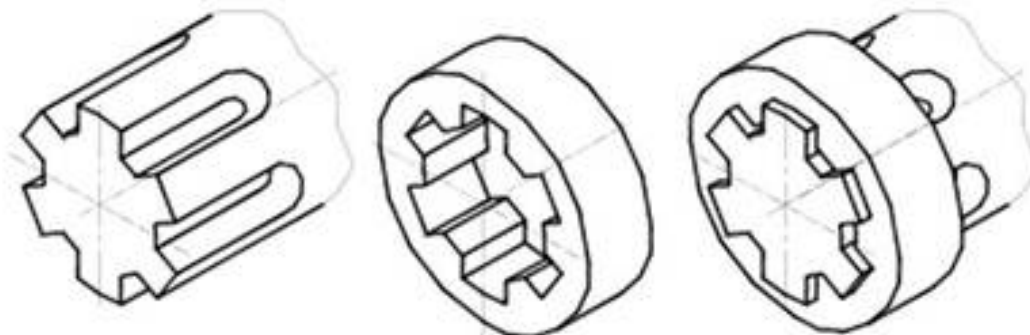

Рис. 3 Пример шлицевого соединения
1. Сконструировать и изготовить макет шлицевого соединения (Рис. 3).